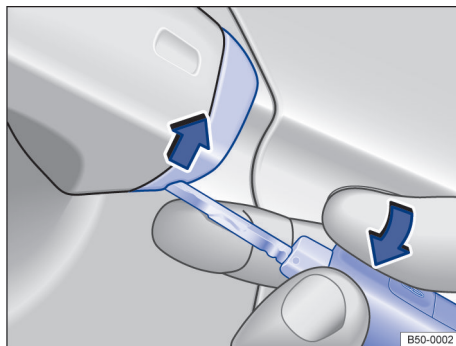

Fig. 54 Manilla de la puerta del conductor: levantar la caperuza.
- Levantar la caperuza con la llave del vehículo en el sentido de la flecha → fig. 54.